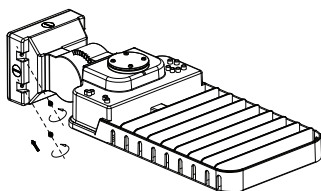

FIG. 19
5. Connectez les fils d'alimentation au compartiment du pilote. Enlevez le cordon métallique du support inférieur et du luminaire. Serrez le luminaire au mur avec les 4 vis M5*12. (Voir la **FIG. 19**).